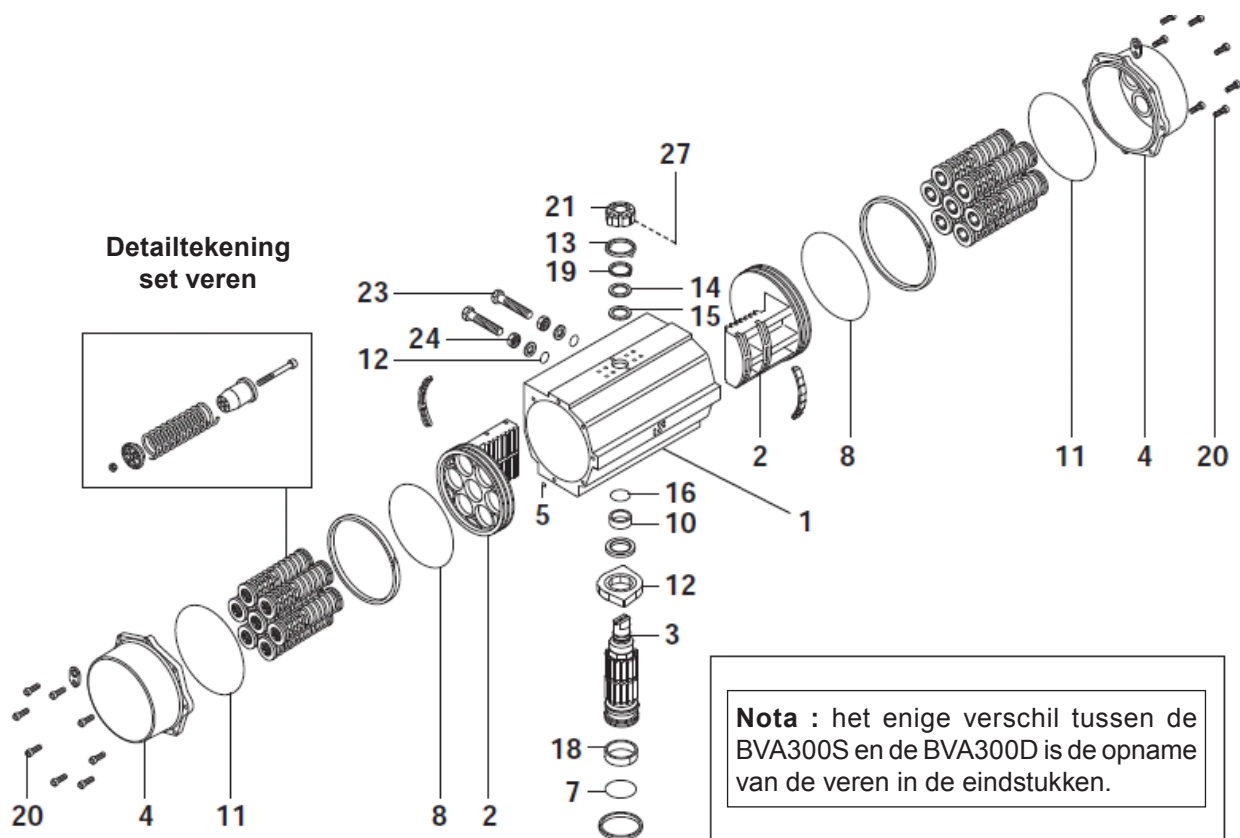

Fig. 5 BVA300
- Plaats de heugel (3) via de onderkant in het huis (1). Plaats de borgring (12) en de bovenste steuning (10) eens de heugel door de binnenkant van het huis verschijnt.
- Plaats het zachte rondsel (15), het metalen rondsel (14), de ring (13) en de klepstandaanduider (21, 22, 27) op de bovenkant van de heugel.
- Monteer beide zuigers, verifieer of ze tegelijkertijd ingrijpen bij het verdraaien van de heugel (3) in wijzerzin voor normaal gesloten servomotoren en tegenwijzerzin voor normaal open servomotoren.
- Plaats de deksels op de servomotor (4), span de schroeven (20) in volgorde aan. Verifieer of de open en gesloten posities overeenstemmen met de aangeduide positie op de bovenkant van de heugel (zie Fig. 5).